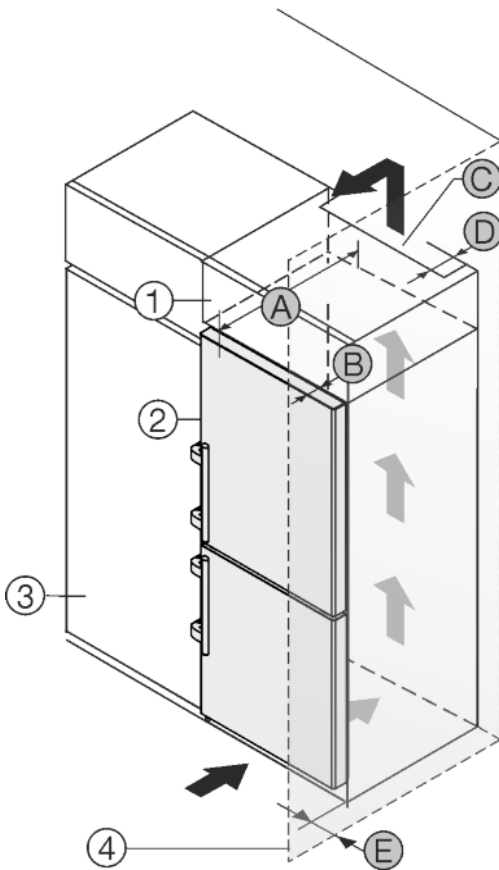

Fig. 45
Das Gerät kann mit Küchenschränken umbaut werden. Um das Gerät Fig. 45 (2) der Küchenzeilenhöhe anzugleichen, kann über dem Gerät ein Aufsatzschrank Fig. 45 (1) angebracht werden.
Das Gerät kann direkt neben dem Küchenschrank Fig. 45 (3) aufgestellt werden. Um die Türe vollständig öffnen zu können, muss das Gerät um die Tiefe Fig. 45 (B) gegenüber der Küchenschrankfront vorstehen. Abhängig von der Tiefe der Küchenschränke und Verwendung von Wandabstandshaltern kann das Gerät weiter herausragen.
- An der Rückseite des Aufsatzschrankes muss ein Abluftschacht mit der Tiefe Fig. 45 (D) über die gesamte Aufsatzschrankbreite vorhanden sein.
- Unter der Raumdecke muss der Entlüftungsquerschnitt Fig. 45 (C) eingehalten werden.
Wenn das Gerät mit den Scharnieren neben einer Wand Fig. 45 (4) aufgestellt wird, muss der Abstand Fig. 45 (E) zwischen Gerät und Wand eingehalten werden. Dies entspricht dem Griffüberstand bei geöffneter Tür.